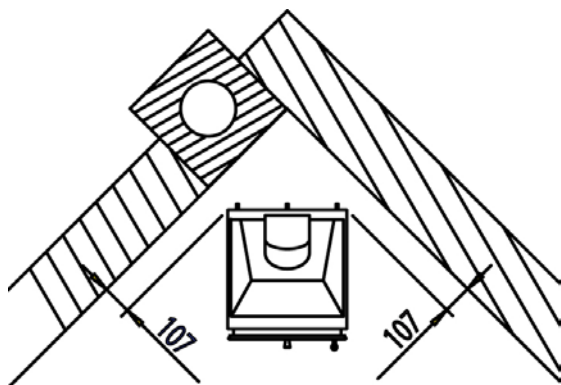

Abbildung 2: Kamineinsatz in Position bringen
3. Den Kaminofen in der richtigen Höhe mit Gabelschlüssel SW 13 durch Verdrehen der Stellfüße einrichten. Die ideale Höhe ist (siehe Abbildung 2) ersichtlich. Stellen Sie bitte zur Kontrolle den Sockel mit der Sockelplatte auf. Die Unterkante der Blende mit Luftregler am Kaminofen kann mit dem Unterbau der Betonverkleidung fugenlos abschließen oder auch ungefähr 1 bis 2 Millimeter höher sein (Achtung: Durch das Verkleben ändert sich die Gesamthöhe minimal: es ist jedoch möglich, den Kaminofen abschließend durch Verdrehen der Stellfüße in die gewünschte Höhe zu justieren).
4. Außerdem ist der Abstand zur Stellwand auf das richtige Maß einzustellen (siehe Abbildung 2).